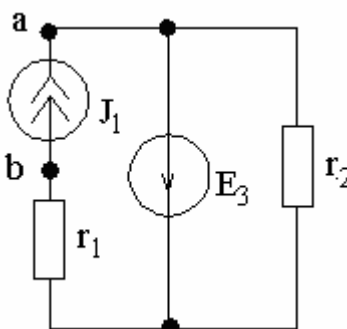

Рис. 35
5. Определить напряжение U_{ab} , если $E_3=100$ В, $J_1=5$ А, $r_1= r_2=10$ Ом (рис. 35).